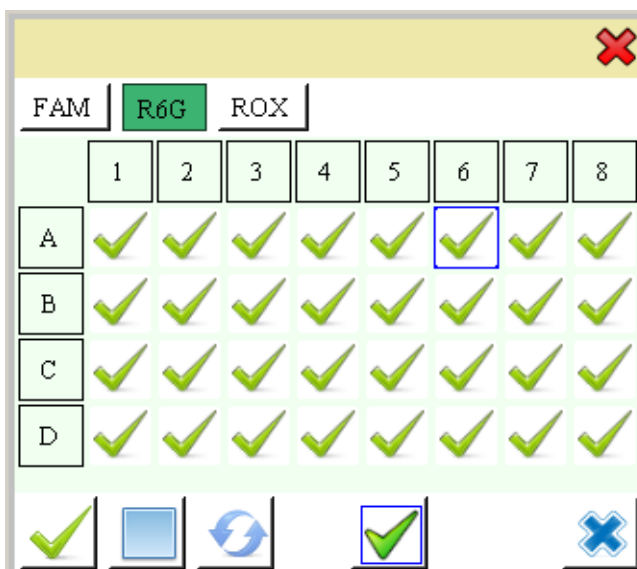

Рис. 6.6 Навигация по образцам
- 5 – навигация по образцам в дополнительном окне (рис. 6.6).